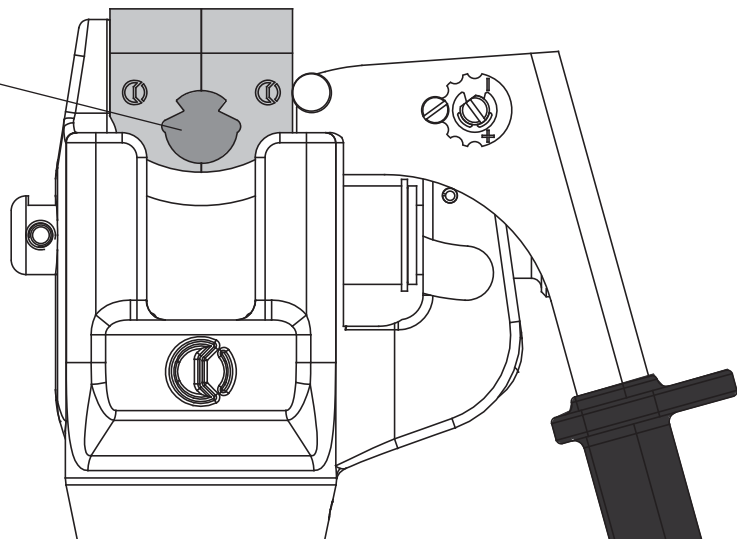

FIG. 3
- Posizionare il conduttore all'interno del gruppo matrici in modo che la lama (13) sia in corrispondenza del punto di taglio desiderato.
- Chiudere le matrici (rif. a fig. 2) portando la leva (18) verso il basso fino a fine corsa bloccandola in posizione; a questo punto il conduttore sarà pronto per il taglio (rif. a fig. 3).